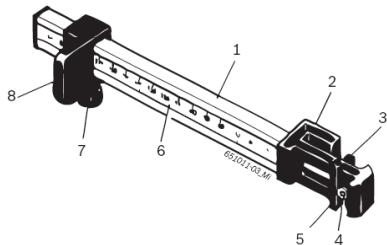

Рис. 8. Ручной штангенциркуль:
1. Расположите ручной штангенциркуль с ползуном (рис. 8, поз. 8) на внутренней закраине обода.
2. Установите требуемый приклеивающийся балансировочный грузик в щипцы для наружных грузиков (рис. 8, поз. 5).
5. Установите второй требуемый приклеивающийся балансировочный грузик в щипцы для внутренних грузиков (рис. 8, поз. 3).